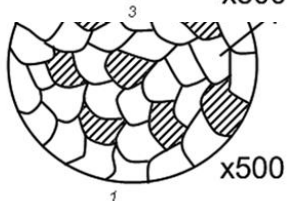

рис. 37
4.35 На рис. 37 представлена схема структуры заэвтектоидной стали. Как называется структурная составляющая, данной схемы?